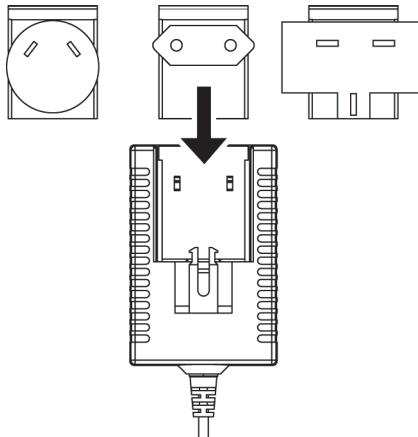

Abb. 5 PS4 Universal AC/DC Power Supply
1. Auf beide Seiten der PS4-Schnappverriegelung drücken (siehe Abb. 5).